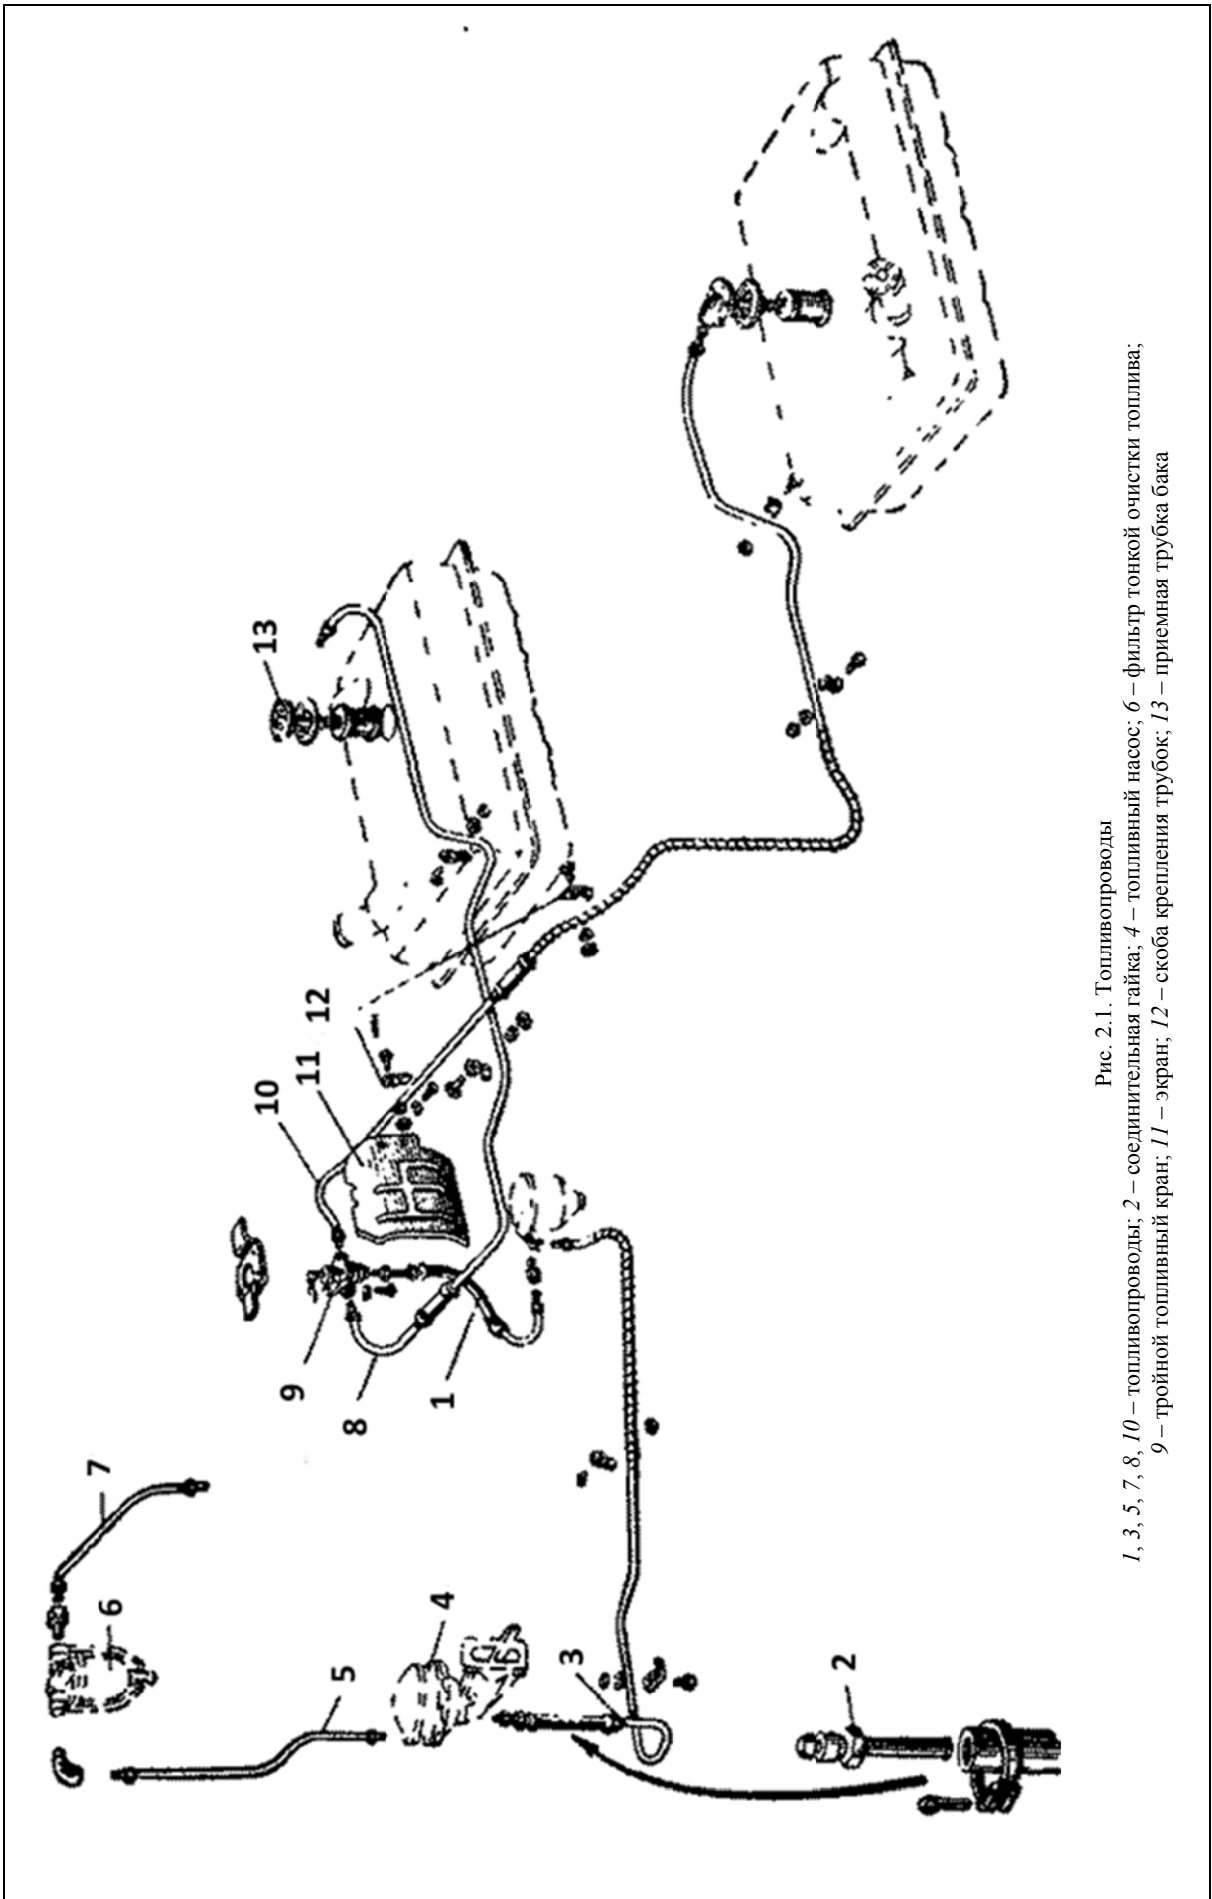

Рис. 2.1. Топливопроводы
11.1. Отвернуть соединительные гайки трубопроводов 1, 8, 10 (рис. 2.1) от тройного крана 9, отсоединить трубки	Ключ 14 × 17
37. Вывернуть соединительную гайку 2 (рис. 2.1) и отсоединить наконечник шланга топливопровода 3 от входного штуцера топливного насоса 4	Ключ 14 × 17